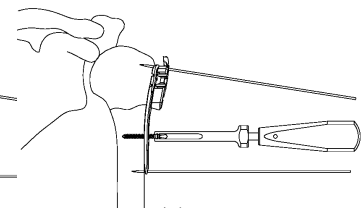

図8
- 選択した長さの3.5 コーティカルスクリューを、六角2.5ドライバーを用いて挿入し、仮固定します。（図8）